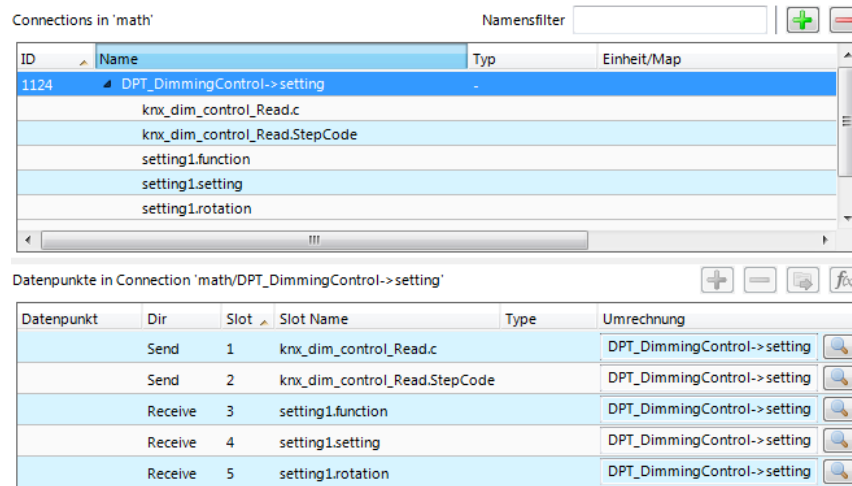

Abbildung 24: Neue Multi-Slot Connection aus einem Mathematik-Adapter erstellt.
2. Im Dialog **Multi-Slot Mathematik Adapter auswählen** wählen Sie einen existierenden Adapter und klicken auf **Auswählen**. Eine neue Multi-Slot Connection wird in die Liste der Connections hinzugefügt. Sie besitzt vorerst nur leere Slots wie in Abbildung 24 ersichtlich.